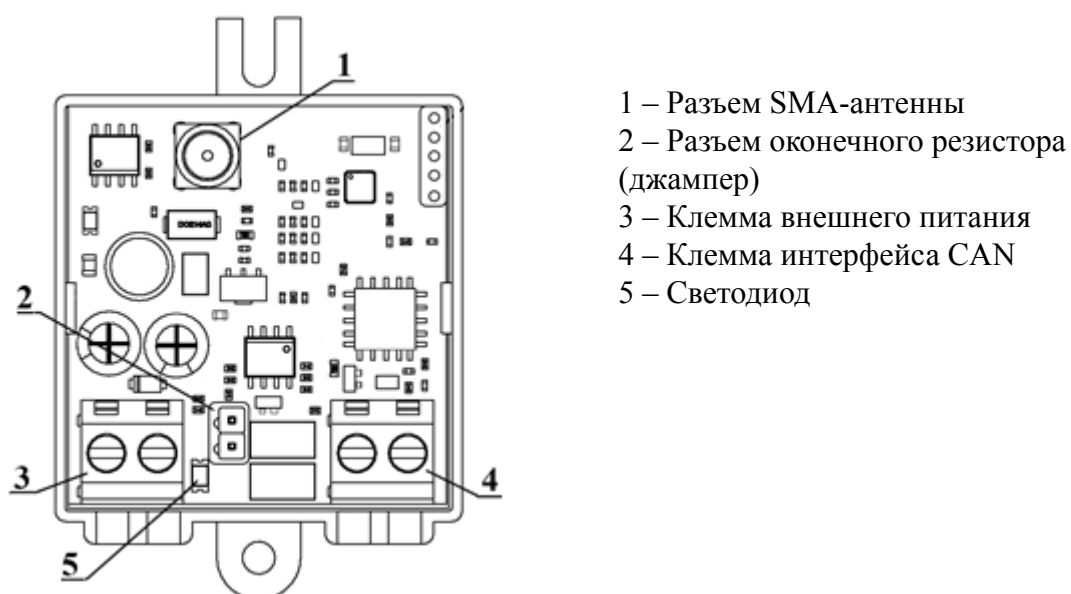

Рисунок 2 - Внутреннее устройство ПР
**ВАЖНО!** Если прибор является конечным в сети CAN, необходимо установить джампер (перемычку конечного резистора) в соответствующий разъем на плате устройства (рисунок 2).